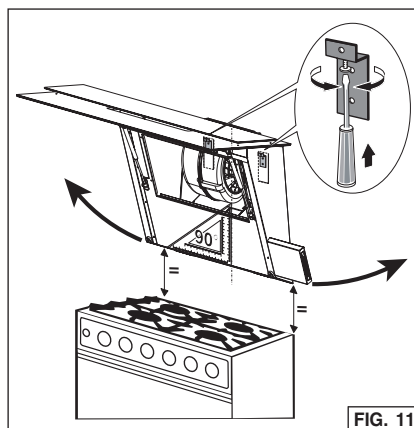

FIG. 11
- Nivele la campana a través de la utilización de (2) tornillos del soporte de montaje. Fig. 11.